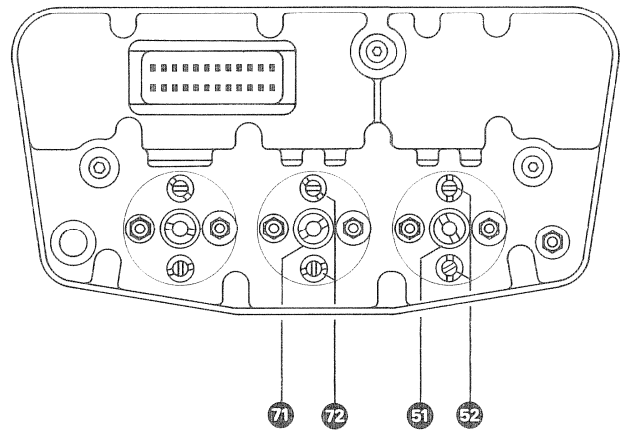

Fig. 7.5.-1
7.5.1. Mechanische Tonkopfeinstellungen (siehe Fig. 7.5.-1.)